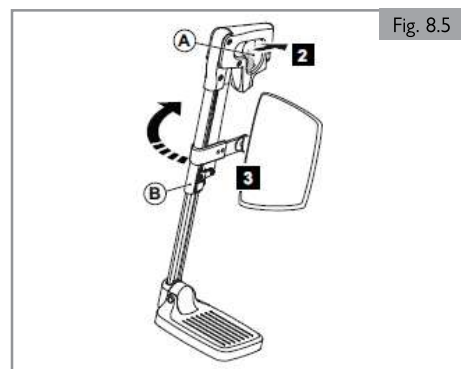

Fig. 8.5
**8.4 Repose-jambes escamotables (Fig. 8.5)****Dépose des repose-jambes escamotables**